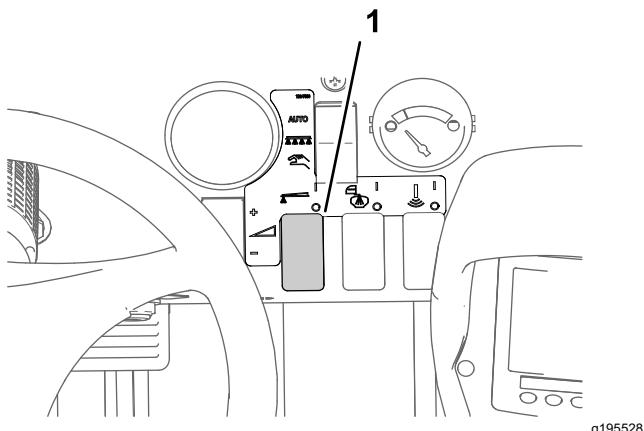

Figura 47
- Utilice el interruptor de caudal para obtener la presión de fumigación deseada, según lo indicado en la Guía de selección de boquillas proporcionada con el fumigador (Figura 47).